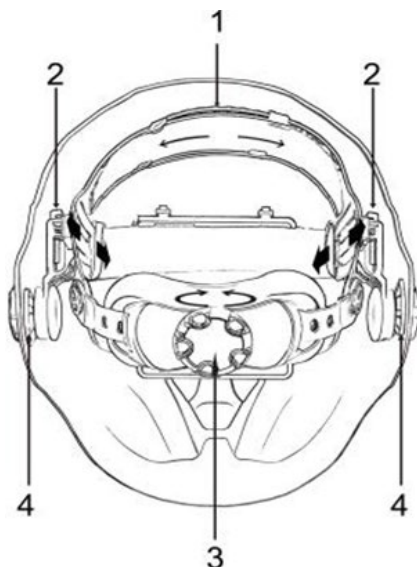

Рисунок 4. Регулятори налаштування посадки наголовника.
5.1.2.2. Регулювання глибини посадки (рис. 4).
Глибина посадки регулюється довжиною двох тім'яних дуг (1, рис. 4).
5.1.2.3. Регулювання розміру наголовника (рис. 4).
Розмір наголовника регулюється довжиною потиличної дуги (3, рис. 4):
5.1.2.4. Регулювання кута нахилу маски (рис. 4).
1. Послабити фіксатор (4, рис. 4) наголовника до корпусу рухом проти годинникової стрілки.
5.1.2.5. Регулювання відстані між обличчям і внутрішньою частиною маски (рис. 4).